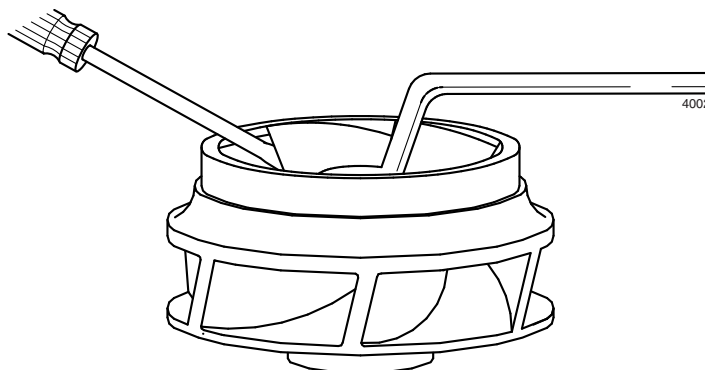

Figura 7: Desaperto do parafuso da ventoinha.
- 2 Bloqueie a ventoinha (0120) para não girar, veja a figura 7.